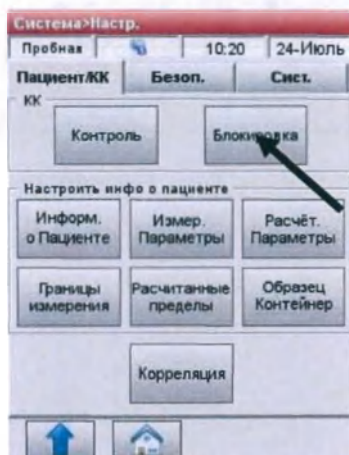

Рис.3-11 Автоблокировка КК
- В главном меню выберите **<Менеджер системы>** и **<Настройки>**. Выберите **<Выйти>** в таблице **<Пациент/КК>** (Рис.3-11).